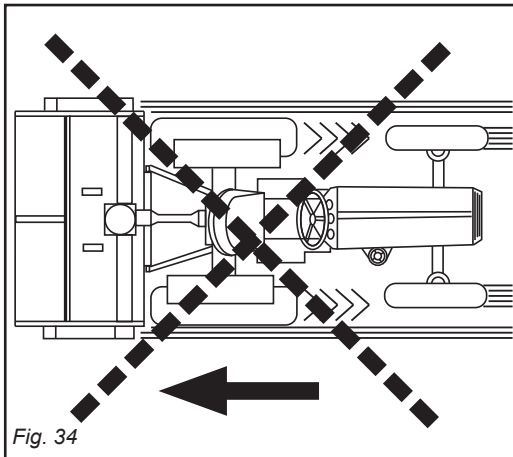
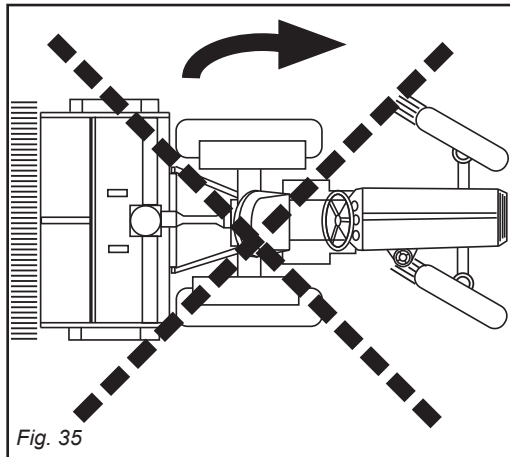

Fig. 34
Fig. 35
Durante il lavoro evitare di effettuare curve con la macchina abbassata, né tantomeno lavorare in retromarcia (Fig. 34).
Sollevarla sempre per i cambiamenti di direzione e le inversioni di marcia (Fig. 35).
*While at work, avoid working in reverse gear or taking curves with the machine lowered (Fig. 34).*
*Always raise the machine when changing direction or reversing gears (Fig. 35).*
En phase de travail, éviter d'effectuer des virages quand la machine est abaissée et surtout de travailler en marche arrière (Fig. 34).
Soulever toujours la machine pour changer de direction ou pour faire demi-tour (Fig. 35).
*Während des Betriebs sollten Kurven bei abgesenkter Maschine, sowie Arbeiten im Rückwärtsgang vermieden werden (Abb. 34).*
*Die Maschine ist bei jedem Richtungswechsel unbedingt anzuheben (Abb. 35).*
Durante el trabajo, no efectúe curvas cuando la máquina esté baja, ni mucho menos marcha atrás (Fig. 34). Siempre levante la máquina para cambiar de dirección e invertir la marcha (Fig. 35).